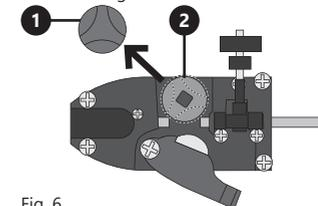

Fig. 6.
- (Véase fig. 6.) Para cambiar el grosor de la ranura, siga los siguientes pasos:
- » Gire la perilla (1) del rodillo guía y retírela.
- » Retire el rodillo guía (2).
- » Seleccione el grosor de ranura adecuado y posicione el rodillo (2) de tal forma para que la ranura seleccionada esté localizada más cerca del interior del dispositivo.
- » Coloque el rodillo guía (2) en el mandril.
- » Inserte la perilla (1) del rodillo guía y gírela para asegurar la conexión.